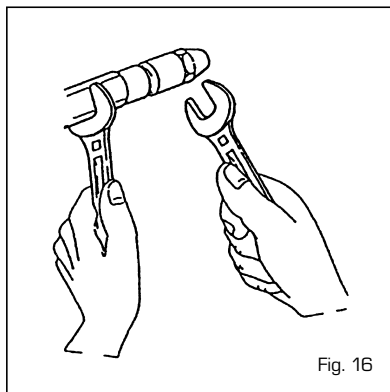

Fig. 16
- Bloccare il porta spruzzo utilizzando una chiave n° 19 e svitare l'ugello con una chiave n° 16 (fig. 16).